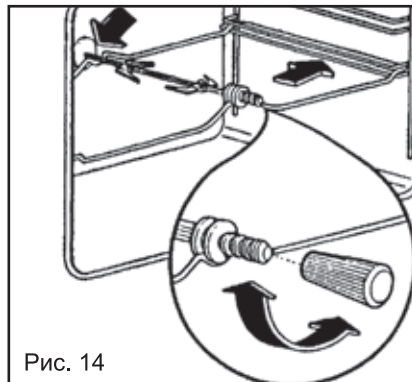

Рис. 14
- поместите на нее вертел, вставив его острый конец в специальное отверстие моторчика в задней стенке духовки (см. рис. 14);